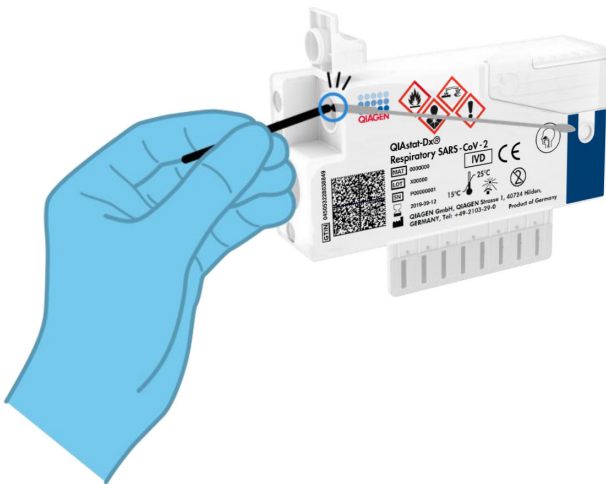

图 9.折断拭子杆。
- 于断开位置折断拭子杆，将往下的拭子留在 QIAstat-Dx Respiratory SARS-CoV-2 Panel Cartridge 中（图 9）。